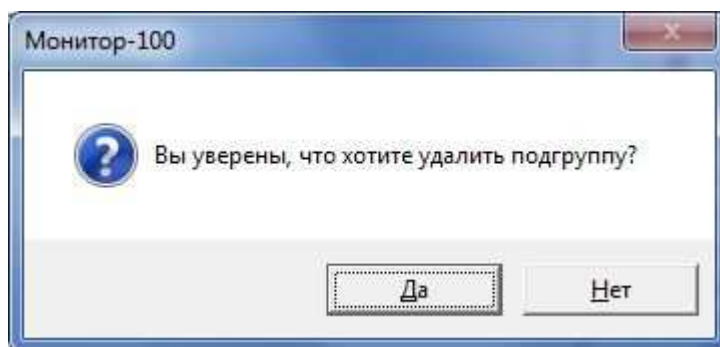

Рисунок 117
3) откроется диалоговое окно для подтверждения удаления элемента (рисунок 117);